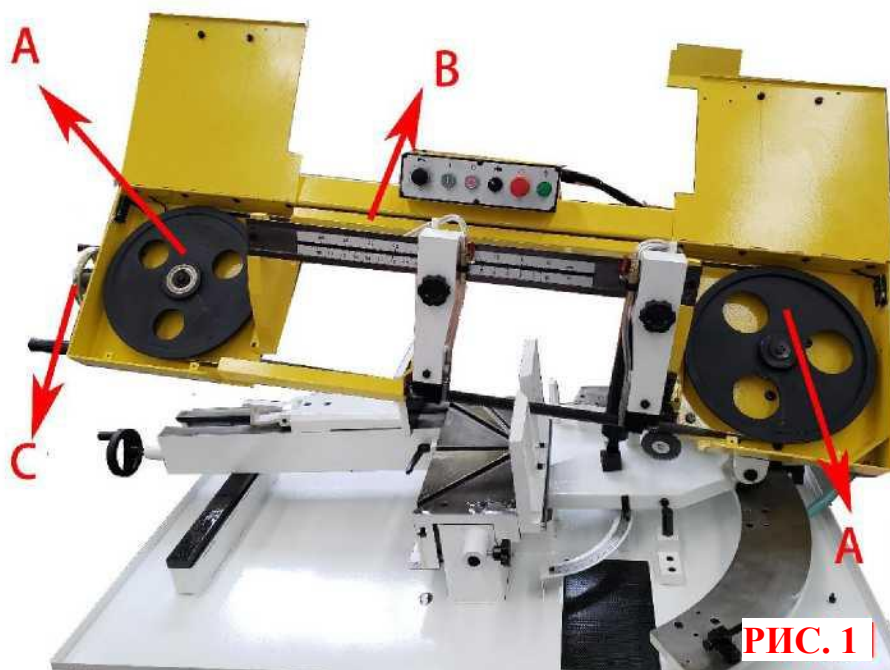

РИС. 1
4. Ослабьте натяжение пильной ленты путем вращения маховика натяжения пильной ленты (C) Рис. 1 против часовой стрелки.
7. Поместите пильную ленту на шкив (A) и протяните через верхнее ограждение ленты (B) Рис. 1. На Рис. 1 представлена схема со снятыми крышками шкивов для наглядности.